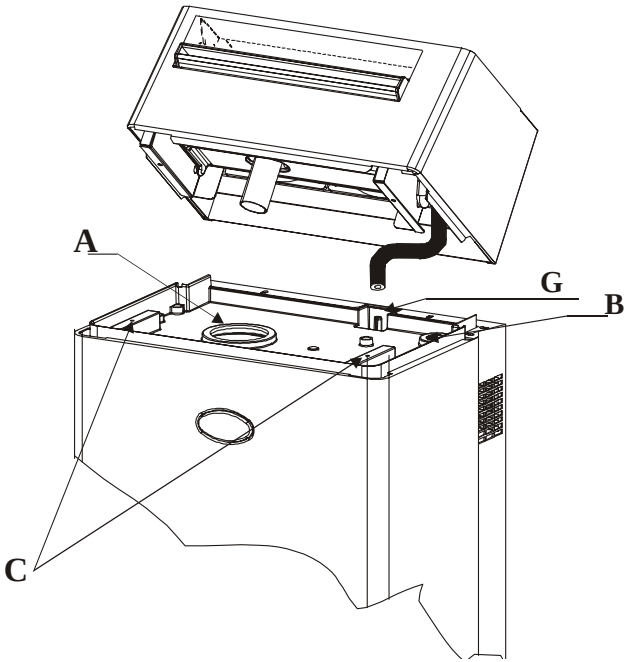

Fig.. 5.3
Procedura (con riferimento alla Fig. 5.3):
10. effettuare un foro $\phi=40$ mm nella guarnizione di chiusura A posta sul cielo dell'umidificatore (v. Fig. 5.3);
13. innestare l'estremità libera del tubo di drenaggio della condensa all'attacco G posto sul cielo dell'umidificatore (v. Fig. 5.3) oppure allo scarico delle acque bianche;